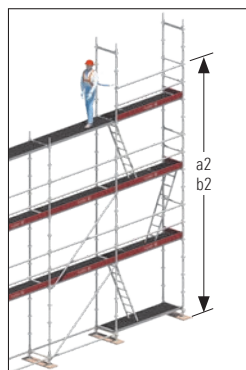

Bild 13: Anschlagen auf Geländerholmhöhe
- a2) Anschlagen auf Geländerholmhöhe: mindestens 6,75 m (Bild 13)
- b2) Anschlagen auf Geländerholmhöhe: mindestens 6,25 m (Bild 13)